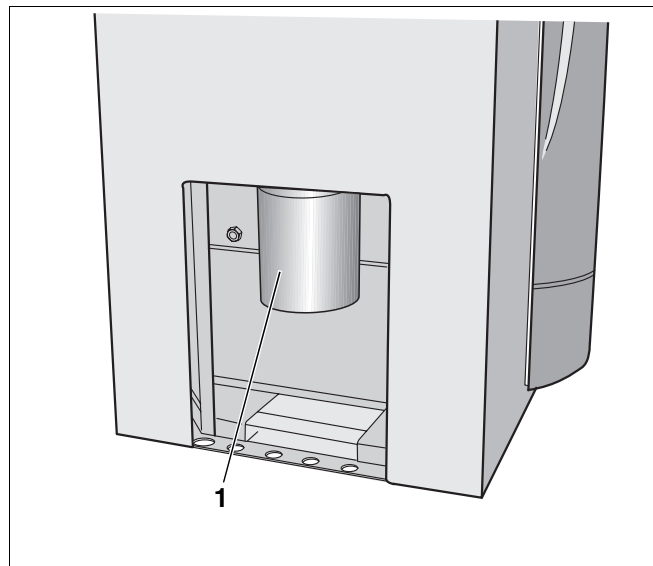

Abb. 13 Verbrennungsluftstutzen
Über den Verbrennungsluftstutzen (Abb. 13, **Pos. 1**) wird die Verbrennungsluft den Kaminöfen blueline 4/5 zugeführt. Die Verbrennungsluft wird über Leitungen verteilt, die im Korpus der Kaminöfen integriert sind.
- Schließen Sie eine Verbrennungsluftleitung an den Verbrennungsluftstutzen (Abb. 13, **Pos. 1**) an.
Der Durchmesser des Verbrennungsluftstutzens (Abb. 13, **Pos. 1**) beträgt 120 mm.